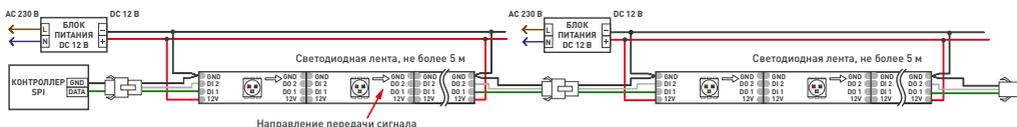
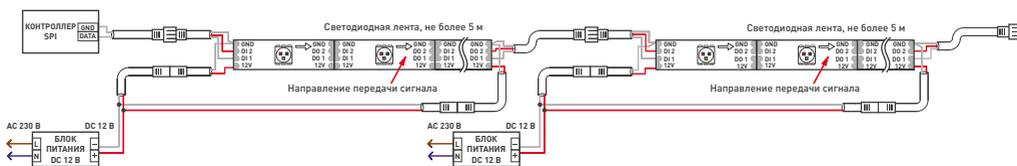
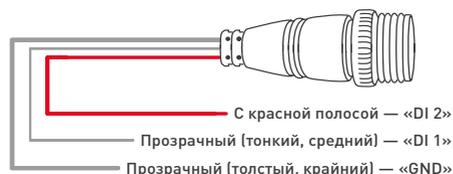

Рис. 1. Схема подключения ленты SPI-5000 и SPI-5000SE
Рис. 2. Схема подключения ленты SPI-5000P и SPI-5000PGS
Рис. 3. Кабель для подключения открытой ленты и ленты с индексом «SE»
- Подключите ленту к выходу блока питания и к контроллеру согласно приведенной схеме (рис. 1 и 2), соблюдая полярность. При подключении лент и соединении отрезков учитывайте направление передачи цифрового сигнала, указанное стрелкой на ленте. Вход сигнала управления имеет обозначение «DI», выход — «DO». Для подключения используйте коннекторы из комплекта поставки. Руководствуйтесь маркировкой, нанесенной на ленту (см. таблицу и рис. 3 и 4).
- Подключите ленту согласно схеме (рис. 1 и рис. 2), соблюдая полярность и направление передачи сигнала, обозначенное стрелками на плате.
**Подавайте питание на каждые 5 м ленты (см. рис. 1 и 2).**